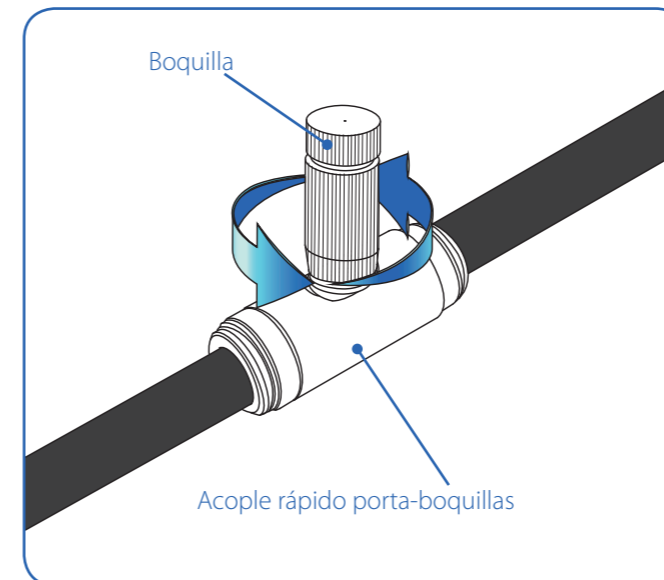

Fig. 48. Desmontar las boquillas nebulizadoras de los acoples rápidos.
- Soltar todas las boquillas de sus acoples rápidos de conexión, con cuidado de no perder la junta tórica Fig.48.